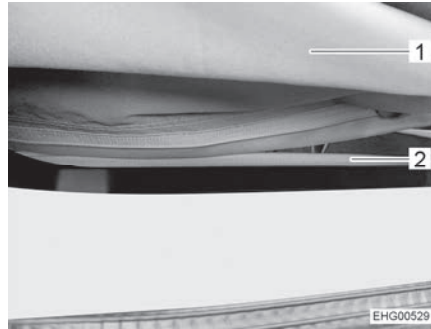

Fig. 59 Cerniera
- Aprire completamente la cerniera (Fig. 59,2) sul lato inferiore del soffietto (Fig. 59,1).